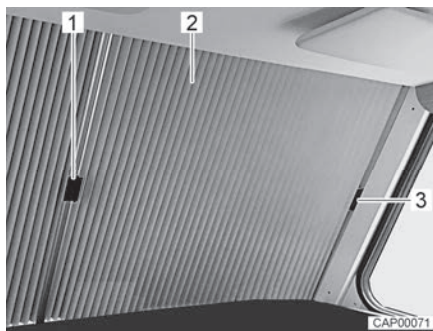

Bild 5 Plisségardin för vindrutan (stängd)
- Skjut båda halvorna av plisségardinen (Bild 5,2) respektive på handtaget (Bild 5,1) utåt under locket på A-stolpen.
- Fäst alltid handtaget i locket (Bild 5,3). Mörkläggningsgardinen för vindrutan är på så sätt säkrad mot oavsiktlig öppning under färden.